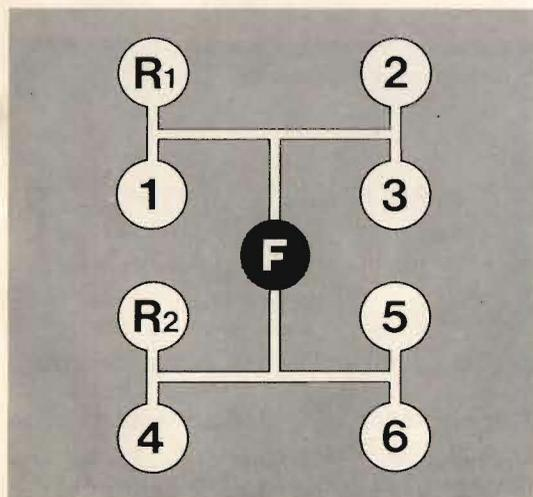

Fig. 7. - Cómo se maneja la palanca del cambio.
1. Desembráguese y métase la velocidad que procede (véase la fig. 7).